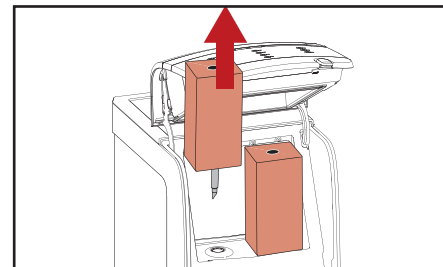

Fig. 5.8 - Enlevez les packs
3. Enlevez les packs produits (fig. 5.8).